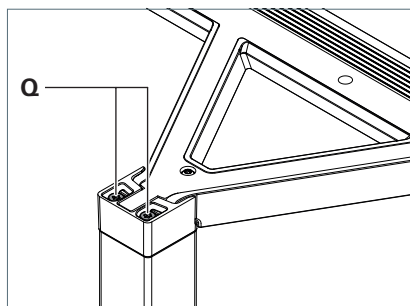

Fig. 11 : Ajuster la tête du luminaire.
- Pour abaisser la tête du luminaire, tournez les vis **Q** dans le sens inverse des aiguilles d'une montre, voir Fig. 11.